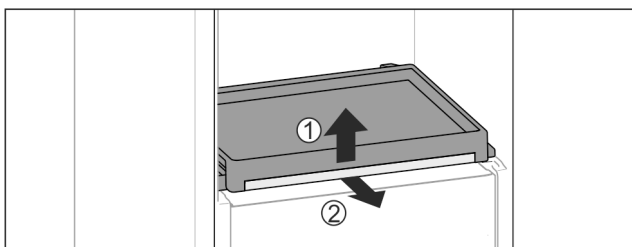

Fig. 132
- Ta ut uttrekksbordet med glassplaten: Løft glassplaten lett foran Fig. 132 (1) og trekk frem og ut Fig. 132 (2).